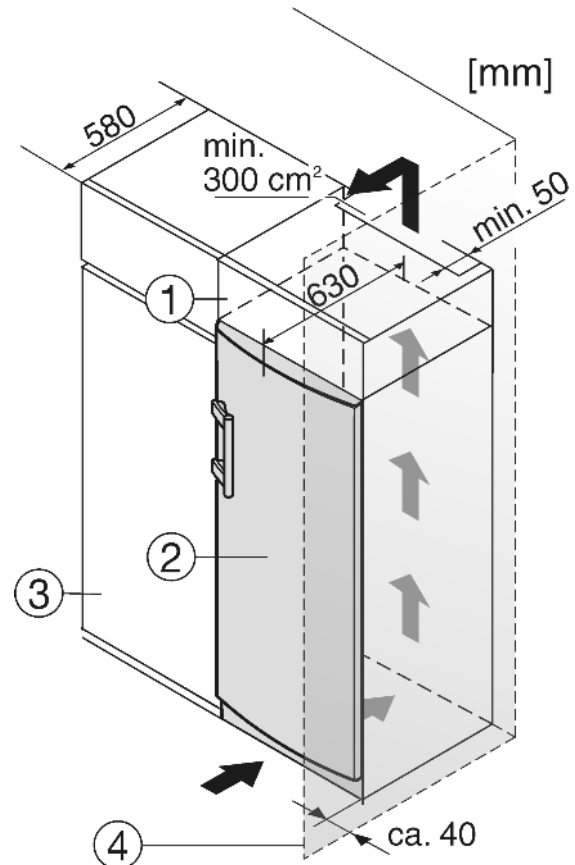

Fig. 11
- (1) Mobile da appoggio
- (2) Apparecchio
- (3) Mobile da cucina
- (4) Parete
L'apparecchio può essere incassato nell'arredamento per la cucina. Per adattare l'apparecchio Fig. 11 (2) all'altezza della cucina componibile, è possibile applicare sopra l'apparecchio un adeguato mobile da appoggio Fig. 11 (1).
Nell'incasso con mobili da cucina (profondità max. 580 mm) l'apparecchio può essere installato direttamente accanto al mobile da cucina Fig. 11 (3). La porta dell'apparecchio sporge di lato 34 mm e al centro dell'apparecchio 50 mm rispetto alla parte anteriore del mobile da cucina. Questo consente una perfetta apertura e chiusura.
Se l'apparecchio con cerniere viene installato accanto ad una parete Fig. 11 (4), la distanza minima fra l'apparecchio e la parete deve essere almeno di 40 mm, che corrisponde alla sporgenza della maniglia con la porta aperta.